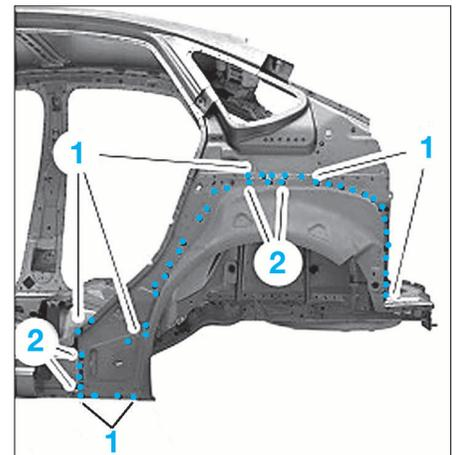

FIG. 84
- Souder par résistance par points les points de soudure (1) (Fig.84) du passage de roue.